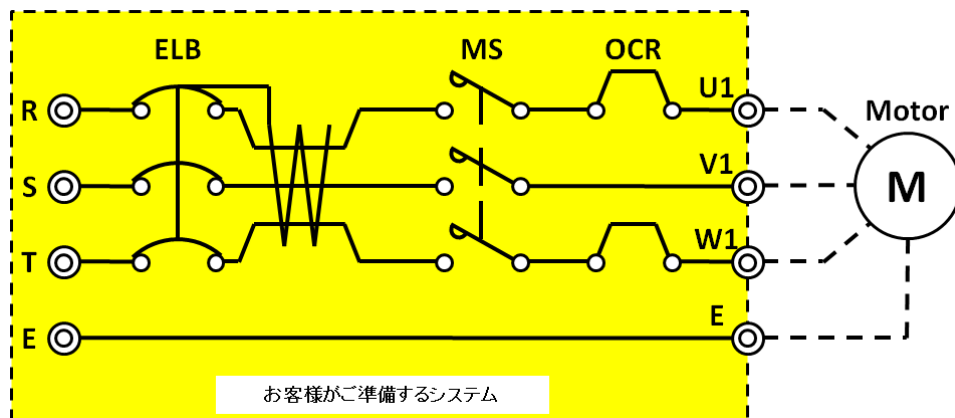
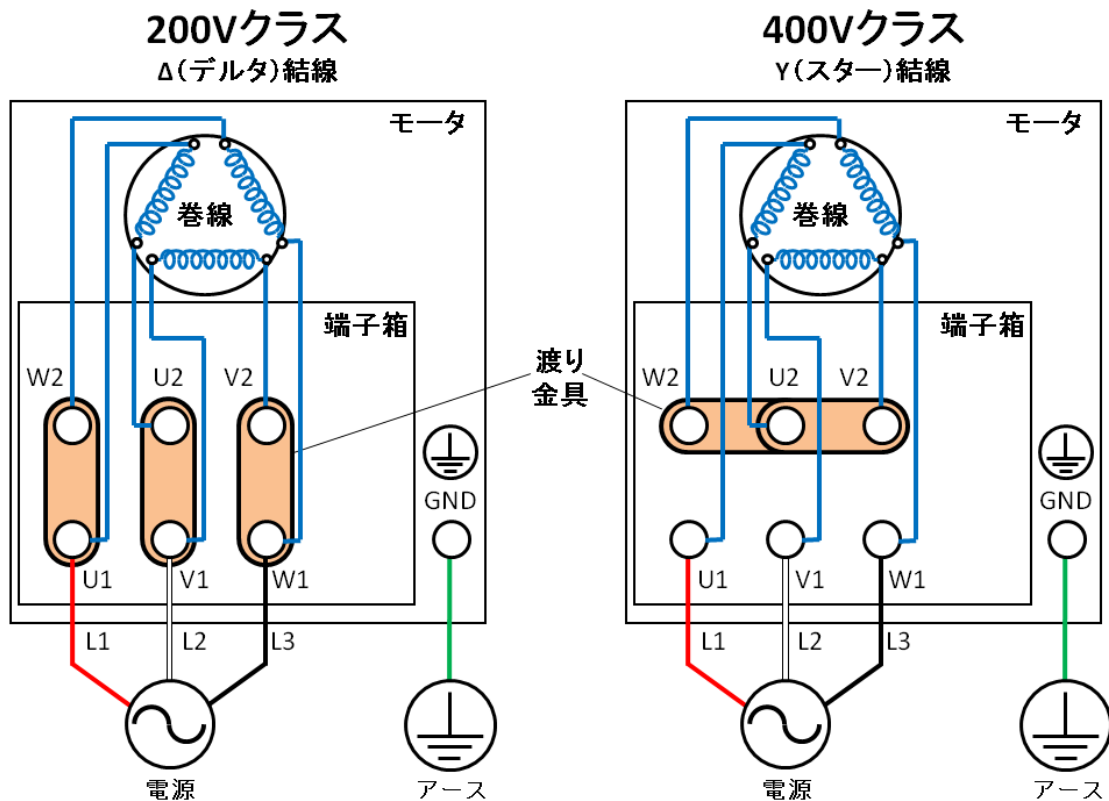

図 6 推奨回路図
図 7 端子箱内結線図
モータの結線は、図6・図7・表3、4を参照して行ってください。
(4) 回転方向の確認(図6参照)
モータの回転方向が正しければ(モータ側から見て時計回り)、圧力は下がります。もし、モータの回転方向が逆の場合は、電源側の相が入れ替わっているので、図7の3本の結線のうち、2本の結線を入れ替えてください。